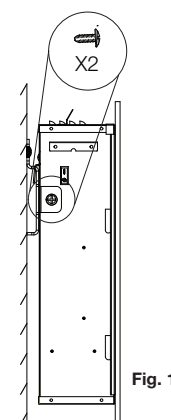

Fig. 1
- Retirez le support de montage de l'appareil en desserrant les 2 vis servant à fixer le support de montage à l'appareil (**Fig. 1**).